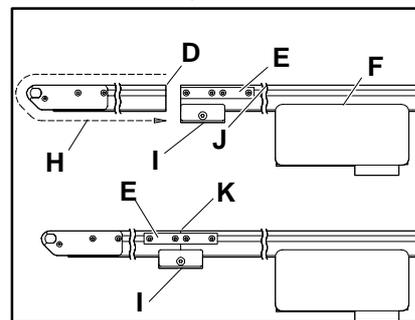

Figure 4: Détails sur l'alignement du convoyeur
Positionnez le matériel de fixation (E de la figure 4) et les supports de fixation à l'aide de galets de renvoi (I) aux endroits appropriés.
Enroulez la bande du convoyeur (H de la figure 4), et passez-la par-dessus le bord extérieur de la deuxième section (D).
L'assemblage terminé (K) doit correspondre à la figure 4, le matériel de connexion (E) et le support de fixation du pied avec l'ensemble de rouleaux de renvoi (I) devant être centrés au niveau de la fente située entre les deux sections.